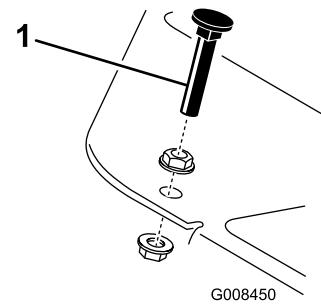

Bild 44
Treten Sie auf das Gaspedal. Wenn das Pedal den Anschlag erreicht (**Bild 44**), bevor das Kabel gespannt ist, müssen Sie die Einstellung ändern:
1. Lösen Sie die Bundsicherungsmuttern, mit denen der Pedalanschlag an der Bodenplatte befestigt ist (**Bild 44**).